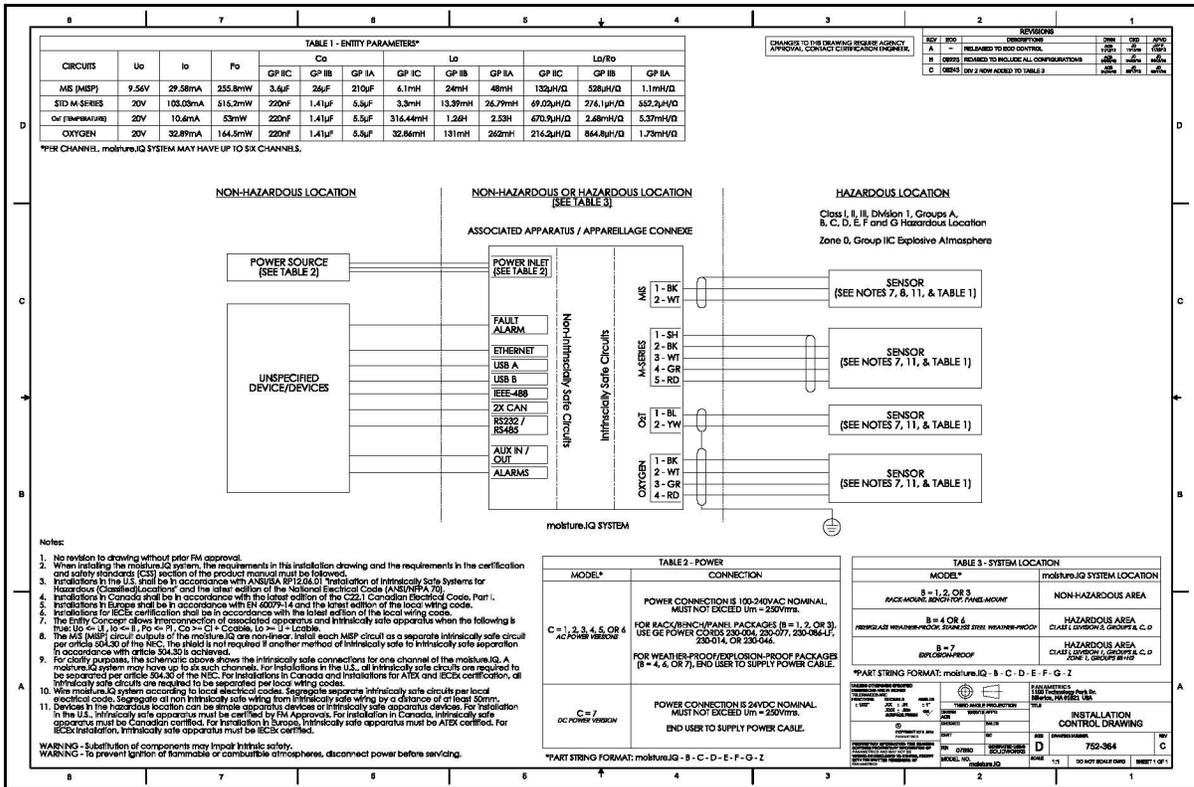
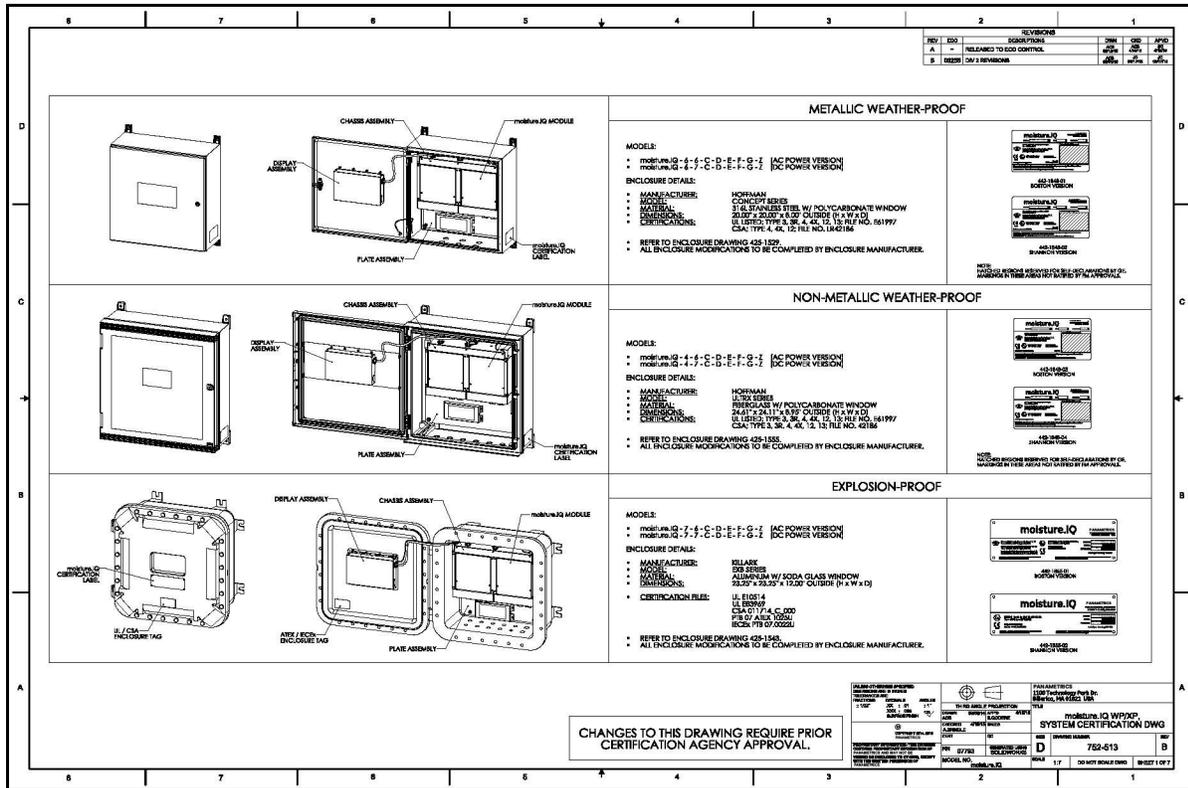
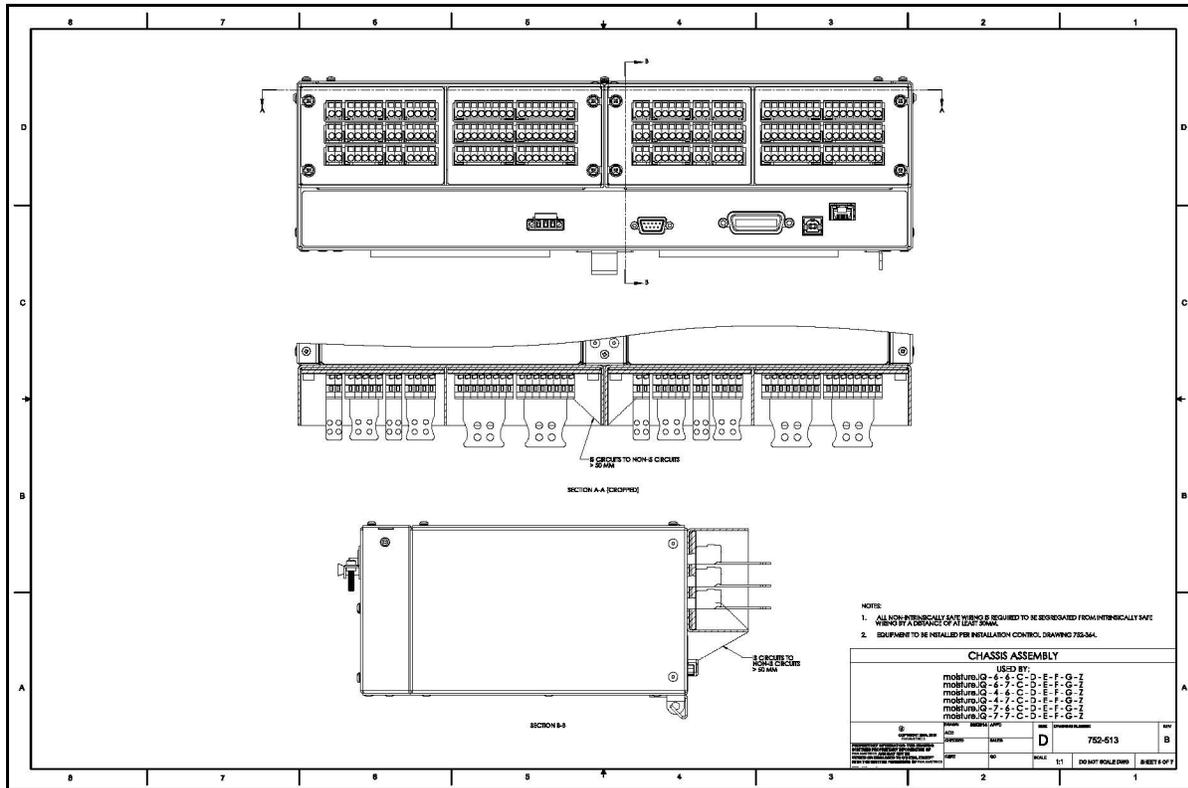

Figura 1: Rack/Sobremesa/Panel - Plano de control de instalación (Plano 752-364_revC, SH 1 de 1)
Figura 2: Plano de certificación de sistema WP/XP (Plano 752-513_revB, SH 1 de 5)
Figura 6: Conjunto de placa WP (Plano 752-513_revB, SH 5 de 5)
- La instalación debe reunir los requisitos de la versión de rack/sobremesa/panel del plano controlado 752-364 (consulte la Figura 1) y de la versión resistente a la intemperie, de fibra e vidrio y a prueba de explosión del plano 752-513 (consulte de la Figura 2 en la página 2 a la Figura 6 en la página 4).